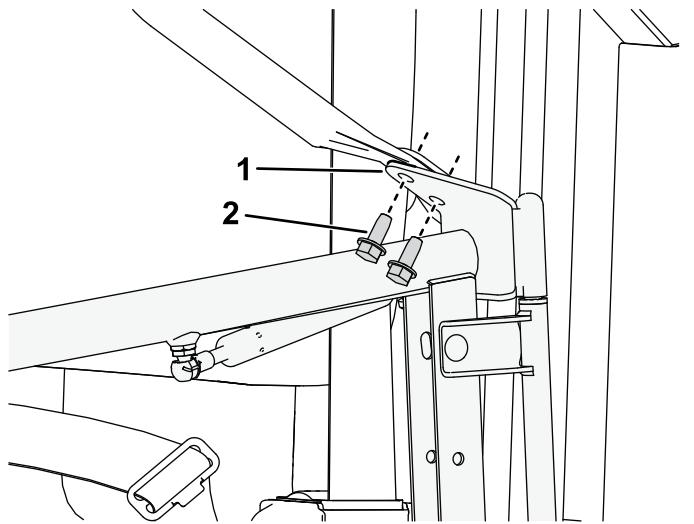

Figura 9
- Prenda, sem apertar totalmente, a dobradiça superior do conjunto da porta ao suporte do apoio de ombros utilizando os parafusos removidos no passo 5 (Figura 9).